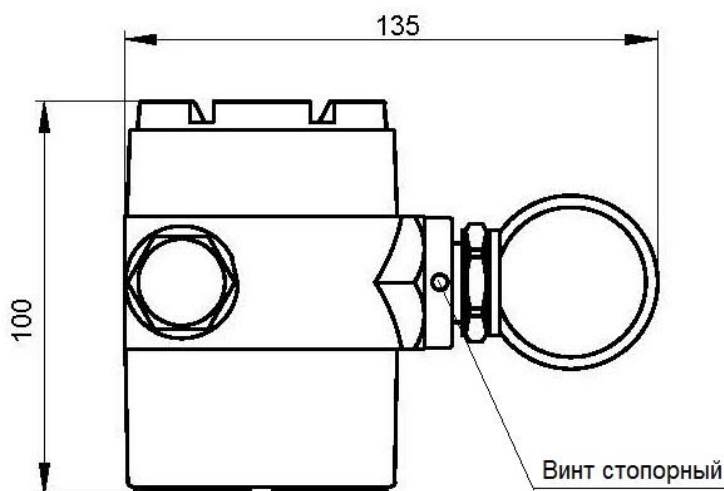

Рисунок 22 - Преобразователь – вид сверху (показан условно).
1) при помощи ключа шестигранного 2 мм (входит в комплект поставки) ослабить стопорный винт (рис. 22) - не более чем на 1 оборот;